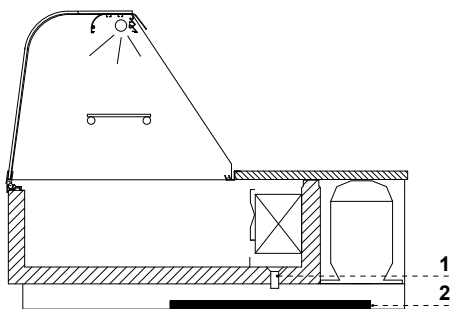

Abb.10 Kondenatfach (Betrifft die Modelle Typ „N“ und „N2“)
9. (Ausgeschlossen von „Z“) Den Tropfenbehälter oder das Brett unter den Schlauch für Wasserablass anbringen Abb.9 oder Abb. 10